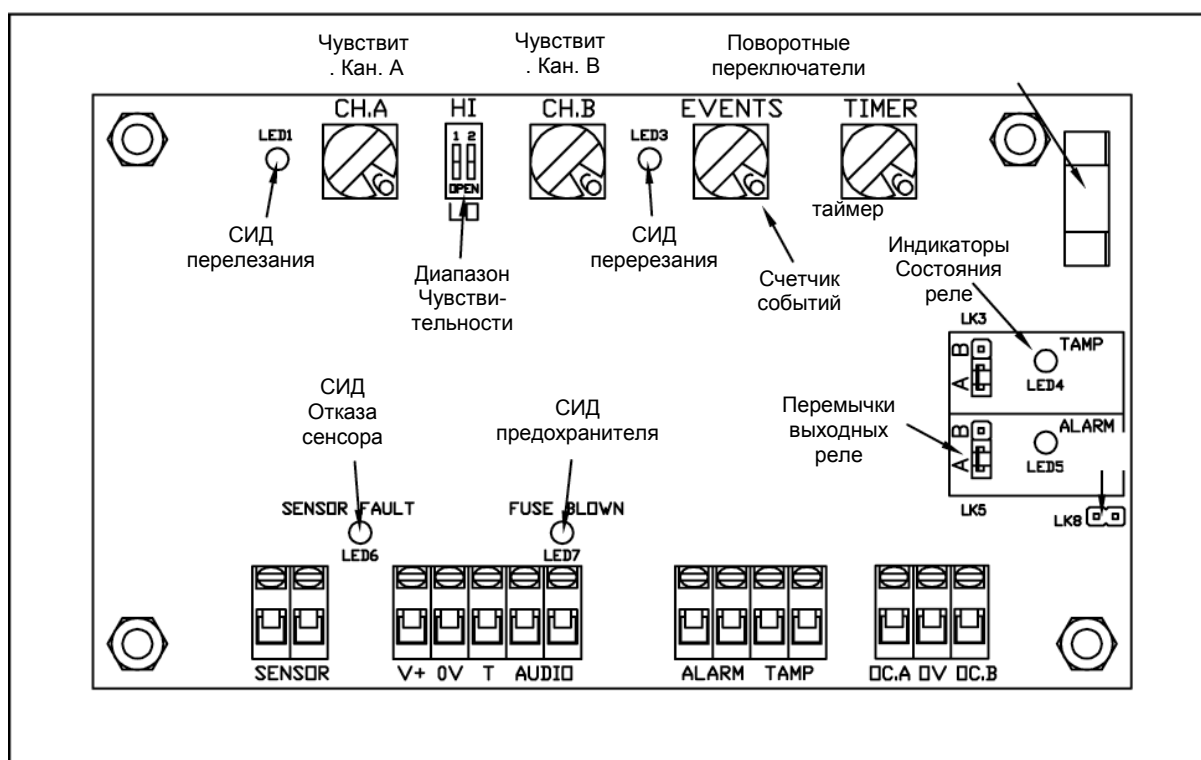

Рис. 2. Органы управления и индикаторы на печатной плате анализатора.
При Аварии (вскрытии блоков или обрыве кабелей) реле Тревоги также переходит в состояние Тревоги. Если нужно полностью разделить состояния Аварии и Тревоги, то контакты LK8 следует закоротить с помощью прилагаемой перемычки. Расположение перемычек показано на Рис. 2.
В верхней части печатной платы анализатора расположены четыре поворотных переключателя, позволяющие дискретно устанавливать значения от 0 до 9 (Рис. 2).
Если необходимо полностью разделить регистрацию сигналов Аварии и сигналов Тревоги, то нужно замкнуть контакты Lk8 (с помощью прилагаемой перемычки). Положение этой перемычки на печатной плате анализатора показано на рис. 2.
4. Проверьте, что оба светодиода ALARM и TAMP светятся. На рис. 2 показано размещение этих индикаторов на панели анализатора. Если хотя бы один из указанных СИД не светится, то это говорит о повреждении системы. Указания по поиску неисправностей см. в разделе 6.